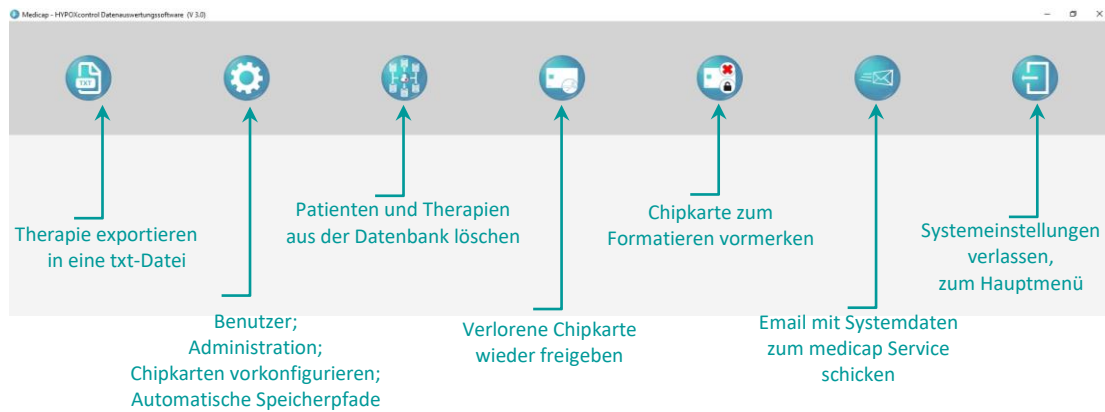

Bild 6-4: Menü mit Funktionen im Adminbereich
- (18) Die eigentliche Benutzeradministration öffnet sich durch einen Klick auf das Zahnrad von Bild 6-4. Im Menü auf der rechten Seite können Einstellungen zu den Benutzern oder den Administratoren gemacht werden. Auf der linken Hälfte sind die Parameter für LAN-Einstellungen, sowie eine "feste Konfiguration" einstellbar. Dort befinden sich auch die automatischen Speicherpfade zum Datenexport und den PDF-Dateien, welche zur Analyse erstellt werden.